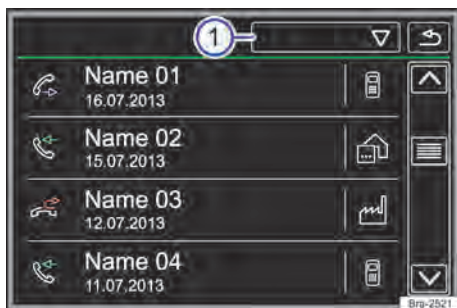

Fig. 145 Menu Chamadas (listas de chamadas).
Tocar na superfície de função  → Fig. 145 ①.